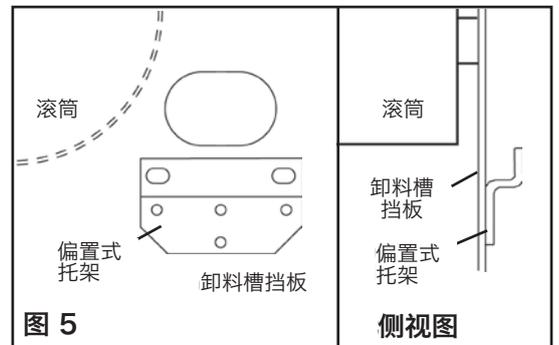

图 5
8. 安装偏置式托架。将偏置式托架放到卸料槽挡板的正确位置并用螺栓固定或焊牢 (图 5)。